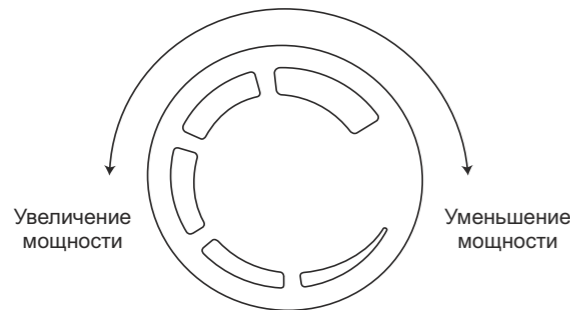

Рис.2
- 3 Поверните газовый вентиль на обогревателе против часовой стрелки до упора в положение максимальной мощности и надавите на нее (рис. 2).